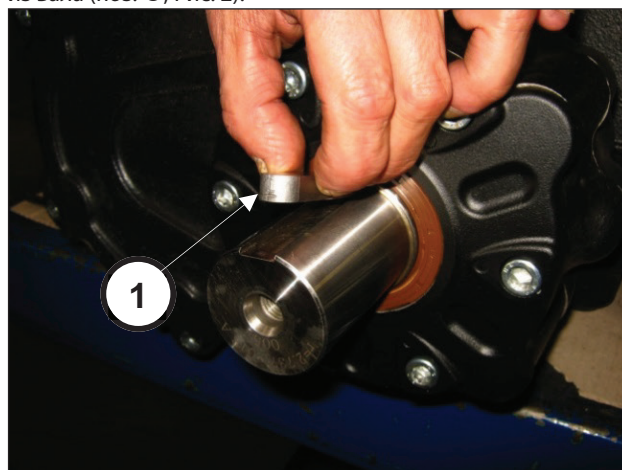

Рис. 2
Полностью слейте масло из насоса, затем выньте шпонку из вала (поз. ①, Рис. 2).